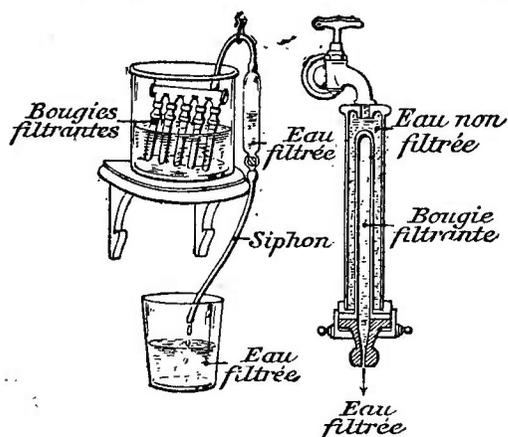

FIG. 46. — FILTRES CHAMBERLAND.
a) **Filtre Chamberland.** — Ce filtre (fig. 46²) consiste en une bougie de porcelaine non vernissée, poreuse, à travers les parois